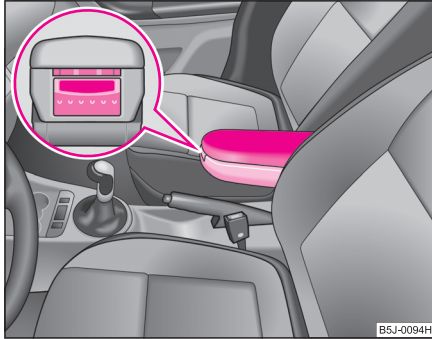

Abb. 75 Armlehne:
- Zum Klappen der Armlehne die untere Taste an der Stirnfläche der Armlehne drücken ⇒ Seite 91, Abb. 75. Klappen Sie die Armlehne vor und lassen Sie die Taste wieder los.